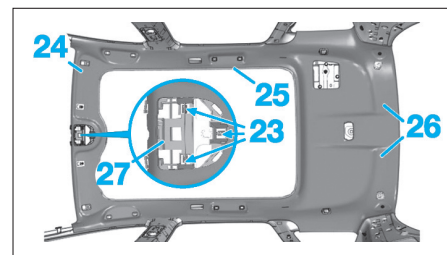

Fig. 83
- Dégager l'éclaireur (22) de la garniture de pavillon et débrancher les connecteurs (21).
- l'éclaireur (22),
- le joint de cadre de rideau occulteur (25) (Fig.83),
- les pions (26).
- Dégrafer le renfort de la garniture (27) en (23).